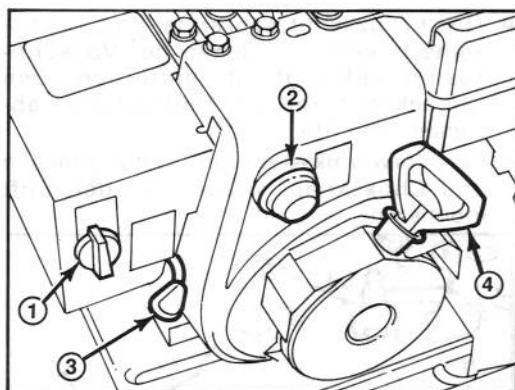

Abbildung 14
Drossel (Abb. 14) — Ein Verschieben der Drossel erhöht die Motordrehzahl.
Choke (Abb. 14) — Der Choke befindet sich am Vorwärmgehäuse. Zum Starten des kalten Motors den Choke nach rechts, auf VOLL drehen, und bei zunehmender Erwärmung den Choke wieder langsam auf AUS.
Tupfer (Abb. 14) — Als Kaltstarthilfe den Tupfer drücken, damit eine kleine Menge Benzin in den Motor einspritzt.
Rücklaufstarter (Abb. 14) — Der Rücklaufstarter befindet sich hinten am Motor und wird zum Starten des Motors herausgezogen.
2. Die Drossel auf SCHNELL stellen (Abb. 14).
4. Den Choke ganz aufdrehen (Abb. 14).
6. Den Taster fünfmal drücken (Abb. 14).
7. Den Rücklaufstarter (Abb. 14) langsam so lange herausziehen, bis Widerstand spürbar ist; dann den Motor mit einem kräftigen Armzug anwerfen. Den Startgriff festhalten und das Seil langsam zurückgleiten lassen.
8. Nachdem der Motor angesprungen ist, den Choke (Abb. 14) sofort in 3/4-Stellung bringen. Bei zunehmender Erwärmung des Motors den Choke zunächst auf 1/2 und dann auf AUS stellen. Stottert der Motor, den Choke wieder auf 1/2, und nach genügender Erwärmung wieder auf AUS stellen.
2. Die Drossel auf LANGSAM stellen und den Zündschlüssel auf AUS drehen (Abb. 14).